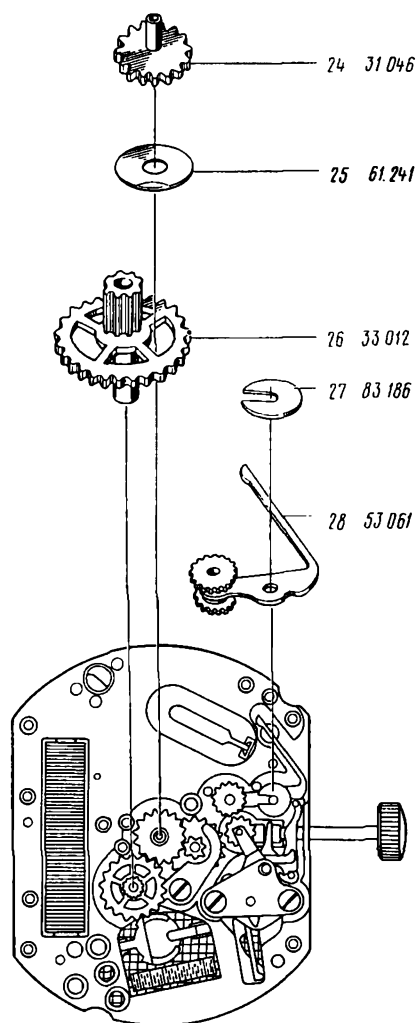

Рис. 146
28. Снять колесо часовое 24 (рис. 146)